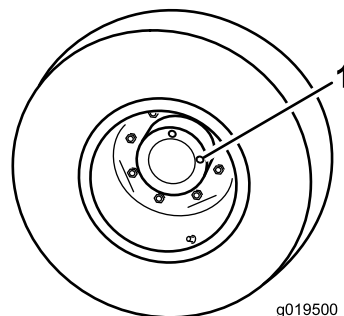

Figure 12
1. Amenez la machine sur une surface plane et horizontale, tournez la roue de sorte qu'un bouchon de contrôle (Figure 12) soit à la position 12 heures et l'autre à la position 3 heures.
1. Bouchon de contrôle/vidange (2)
2. Retirez le bouchon qui est à la position 3 heures (Figure 12). Le niveau d'huile doit atteindre le bas de l'orifice de contrôle.